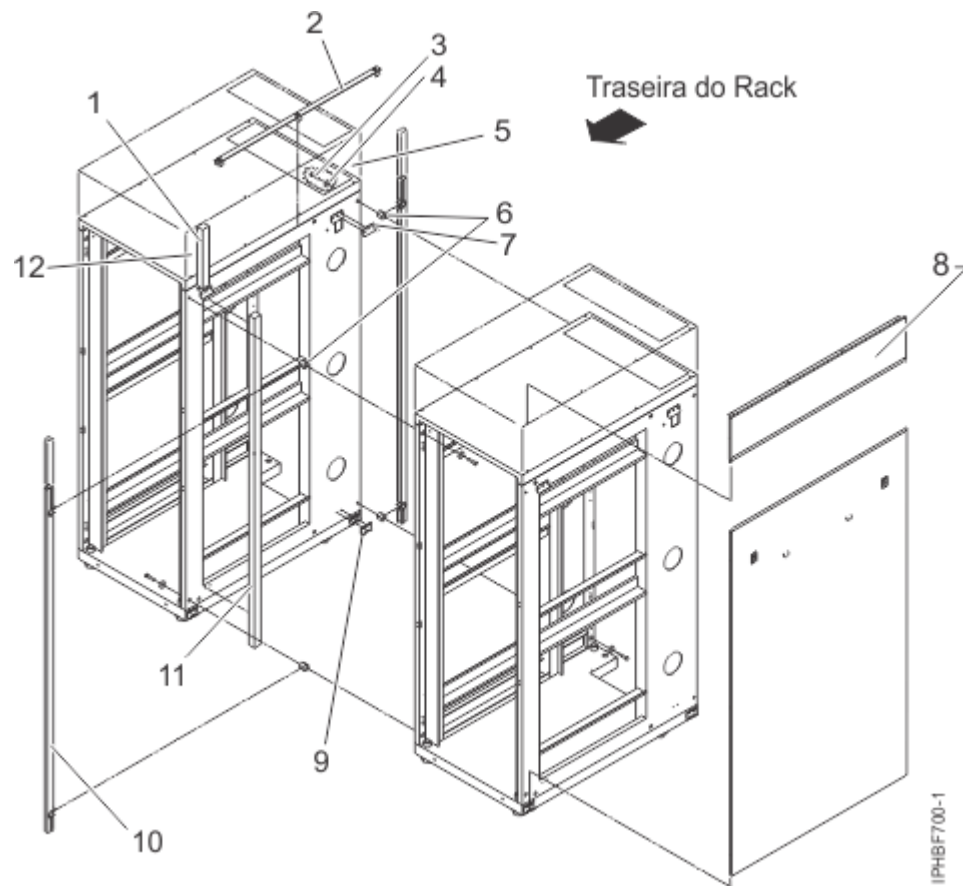

Figura 18. Removendo os painéis laterais, suportes Z e J e instalando os separadores e a espuma longa para conectar vários racks
4. Instale os dois primeiros separadores nos cantos superior esquerdo e inferior direito do primeiro rack, como mostrado em Figura 18 na página 25.
5. Instale os dois segundos separadores nos cantos superior esquerdo e inferior direito do segundo rack, conforme mostrado em Figura 18 na página 25.
6. Fixe a espuma longa, conforme mostrado em Figura 18 na página 25. Para um rack modelo T42, junte a espuma curta no final da espuma longa e cole-a ao longo da estrutura do rack.